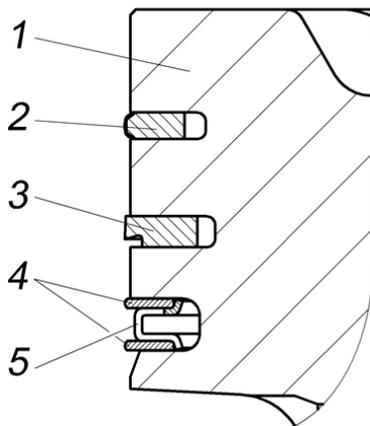

Abb. 18. Pleuelringe:
**Kolbenringe** (Abb. 18) sind an jedem Kolben drei montiert: zwei Kompressions- und ein Ölabstreifer.